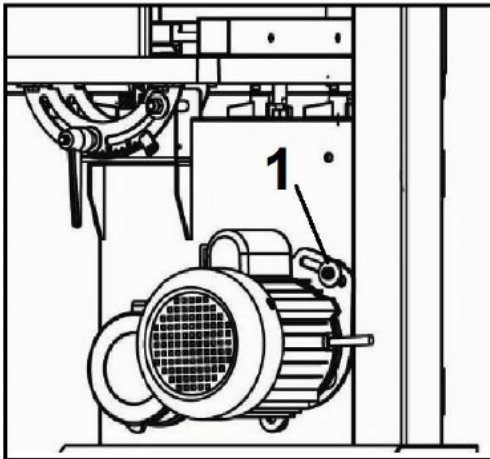

Рисунок 21
- Ослабьте стопорный болт двигателя (1, Рис. 21) и поверните двигатель против часовой стрелки, чтобы уменьшить натяжение приводного ремня, поверните двигатель по часовой стрелке, чтобы увеличить натяжение приводного ремня. Снова затяните стопорный болт двигателя.